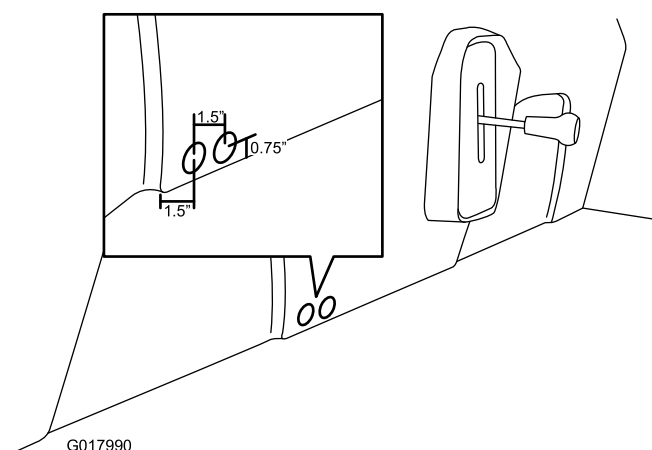

Figura 25
- Marque y realice 2 taladros en la base del asiento con una sierra perforadora (1"), tal y como se muestra en la Figura 25.